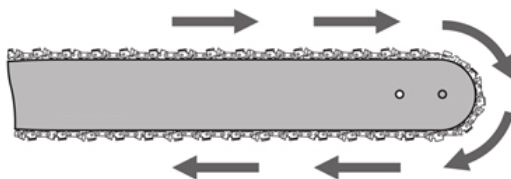

Рисунок 6. Розташування ланцюга на напрямній шині.
4. Тримавши ланцюг обома руками, розташувати його вздовж напрямної, орієнтуючи ланки за напрямком руху (рис. 6); звернути увагу на правильний напрямок руху ланцюга, який показаний на корпусі кришки, на «шині» та накарбований на самому ланцюгу.